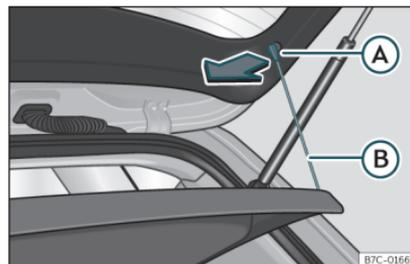

Fig. 110 Nel bagagliaio: smontare e montare il ripiano.
- Sganciare i tiranti di sostegno >>> fig. 110 (B) dagli alloggiamenti (A).
»» **fig. 110** **(B)** nel portellone posteriore.